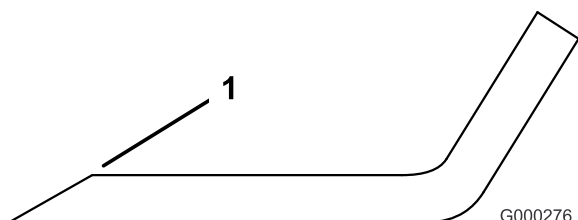

Figure 92
1. Au moyen d'une lime, aiguisiez les tranchants aux deux extrémités de la lame (Figure 92) Veillez à conserver l'angle de coupe d'origine. Limez la même quantité de métal sur chacun des deux tranchants pour ne pas déséquilibrer la lame.